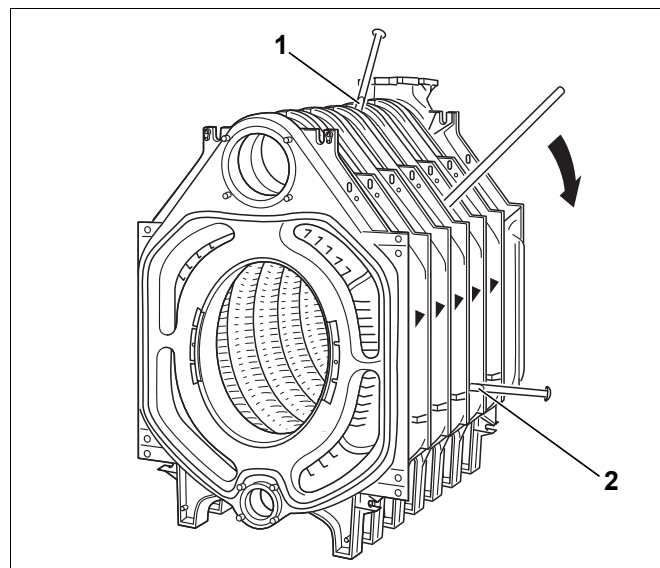

Fig. 27 Separare il blocco caldaia
- ▶ Inserendo a forza (battendo) dei cunei piatti o degli scalpelli nei punti previsti (fig. 27, [1] e [2], sopra e sotto tra gli elementi della caldaia) separare la caldaia nel punto di perdita.